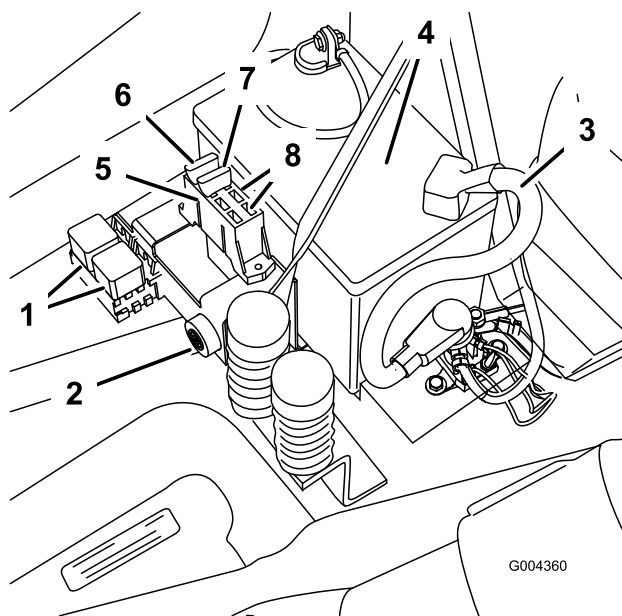

Figura 45
1. Alzate il sedile per accedere al portafusibili (Figura 45).
2. Per sostituire un fusibile, tiratelo (Figura 45) ed estraetelo dall'attacco.